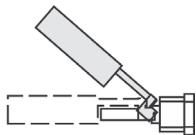

Рис. 1
- В зависимости от способа установки датчика выходной контакт замыкается (рис. 1) или размыкается (рис. 2) при понижении уровня жидкости.